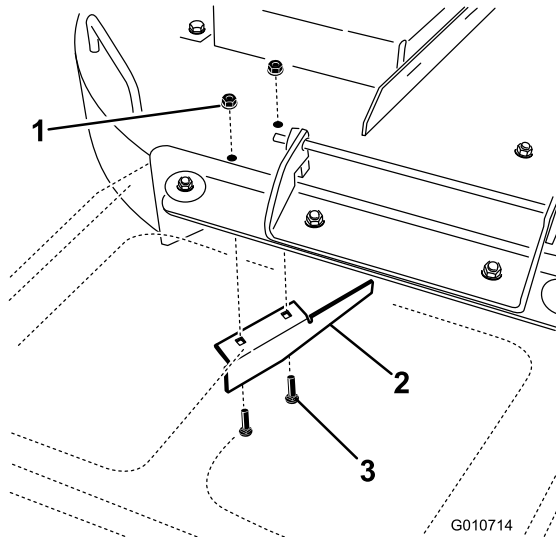

Figure 7
5. Trouvez le déflecteur sur l'ouverture d'éjection latérale sur le tablier de 54 pouces (Figure 7).